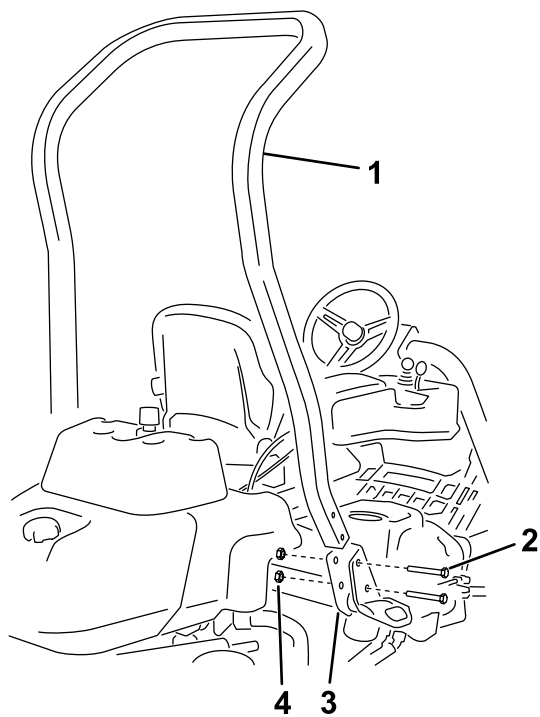

図 3
3. ROPS ブラケットに ROPS バーを取り付けるボルト $\frac{1}{2}$ " x  $3\frac{3}{4}$ " 4本、フランジナット $\frac{1}{2}$ " 4個を使って 図3のように取り付ける。